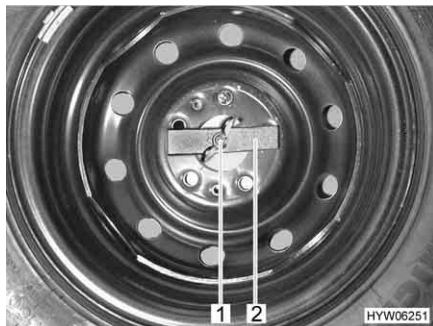

Fig. 186 Ruota di scorta nel gavone di coda
- Svitare manualmente il dado ad alette (Fig. 186,1) e rimuoverlo.
- Rimuovere la barretta di compressione (Fig. 186,2).